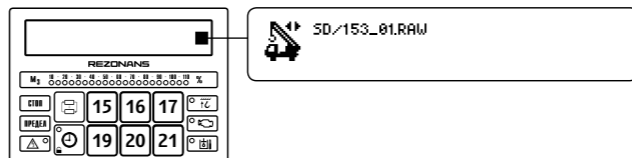

Рисунок 19. Изменение грузовых характеристик
- убедиться, что на дисплее появилось название файла с расширением *.raw (рисунок 19);